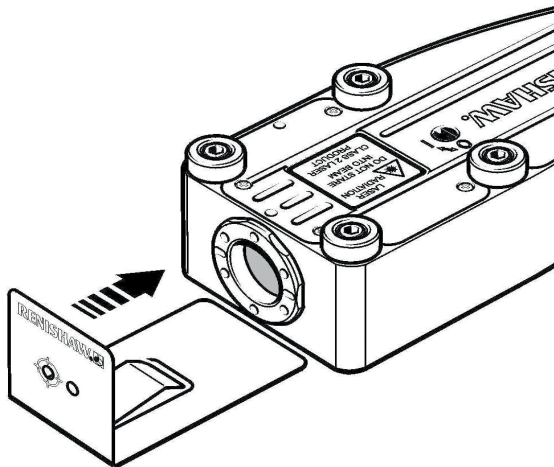

図 5: レニショーのアライメント調整用のターゲット
- ミラーを最長距離まで移動し、RLD10 の下にレニショーのアライメント調整用の金属性ターゲットを差し込みます (次ページの図 5)。